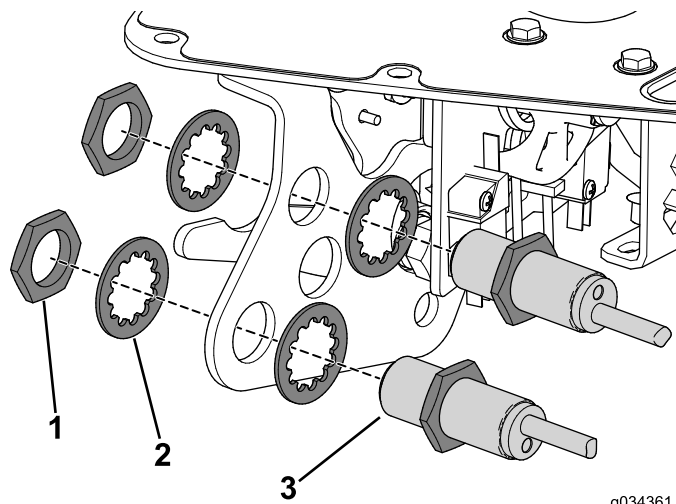

図 7
5. 近接センサーを機能レバーのブラケットに固定しているナットを外す 図 7。